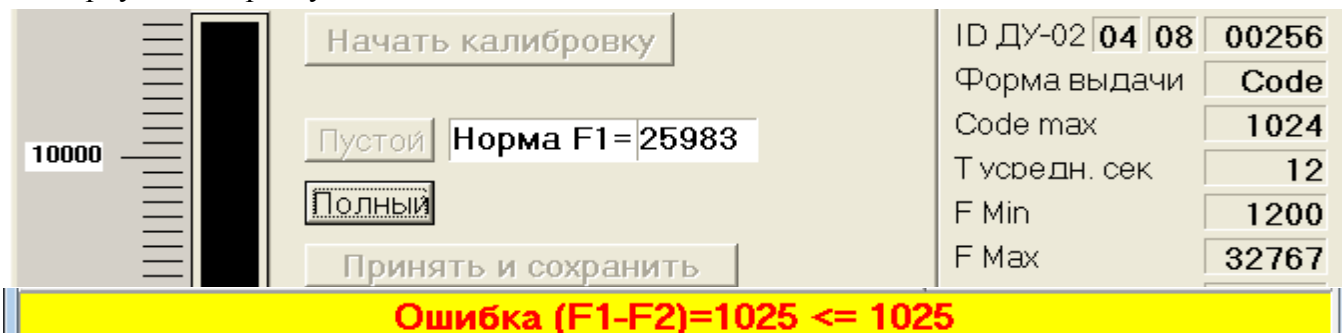

Рис. 10 Фрагмент окна «Калибровка» при ненормальном ходе процесса «Калибровка»
2.5.3 Если после выполнении пункта 2.2.4 появилось окно, показанное на рис. 10, где знак  $\leq$  читать как меньше или равно, то причинами этого могут являться следующие нарушения: